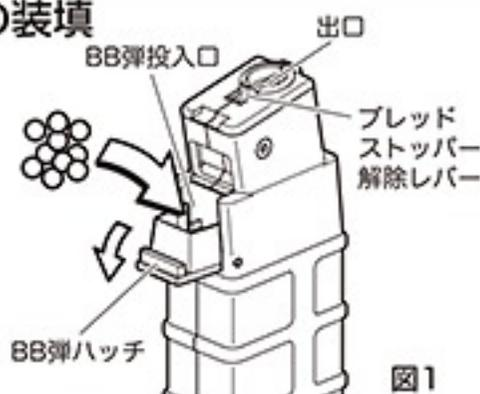

図1
① BB弾ハッチを開け、BB弾を入れます。約260発入ります。(ムリに押し込まないでください。)
② BB弾ハッチを閉めます。
■ 撃ち終わった後、導管に残った弾はマガジンを逆さまにして、図1の解除レバーを引くことによって出すことができます。
③ BB弾投入口を上にして、底部のギアを矢印の方向へいっぱいまでまわします。BB弾が図1の出口まで上がっている事を確認します。ギアをまわし続けると、ジージーという音がカチッカチッという音に変化します。これで準備OKです。(BB弾が少量しか入っていない場合はカラ回りするだけです。)
① Open the BB bullet hutch and insert BB bullets. The magazine can contain about 260 bullets. (Avoid pressing bullets into the magazine using excessive force.)
② Close the BB bullet hutch.
③ Hold the magazine with the BB bullet entrance faced upwards and turn the gear at the bottom all the way to the direction of arrow. It is fully turned when ji-ji sounds change to click-click sounds. (The gear turns without load if only a limited number of bullets exists.) Check that BB bullets are moved up to the exit shown in Fig.1 and then insert the magazine into the rifle.